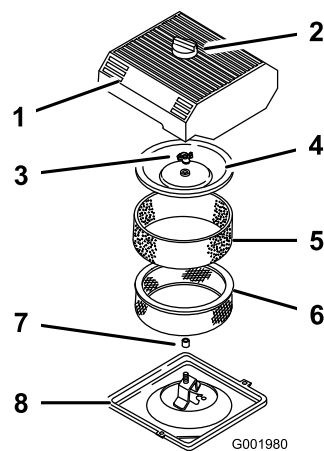

Figura 39
3. Curăai în jurul filtrului de aer pentru a preveni pătrunderea murdăriei în motor i a evita deteriorarea (Figura 39).
4. Slăbii butonul de pe capacul filtrului de aer i îndepărtai capacul (Figura 39).
5. Glisai cu grijă elementul din spumă de pe elementul din hârtie (Figura 39).
6. Îndepărtai piuliă capacului i îndepărtai capacul i elementul din hârtie (Figura 39).
1. Glisai cu atenie elementul din spumă pe elementul filtrului de aer (Figura 39).
3. Montai manual piulia capacului strâns pe capac (Figura 39).
4. Montai capacul i butonul filtrului de aer (Figura 39).